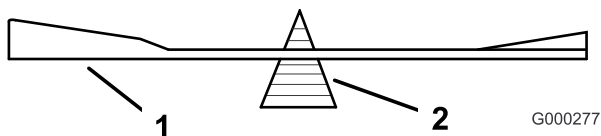
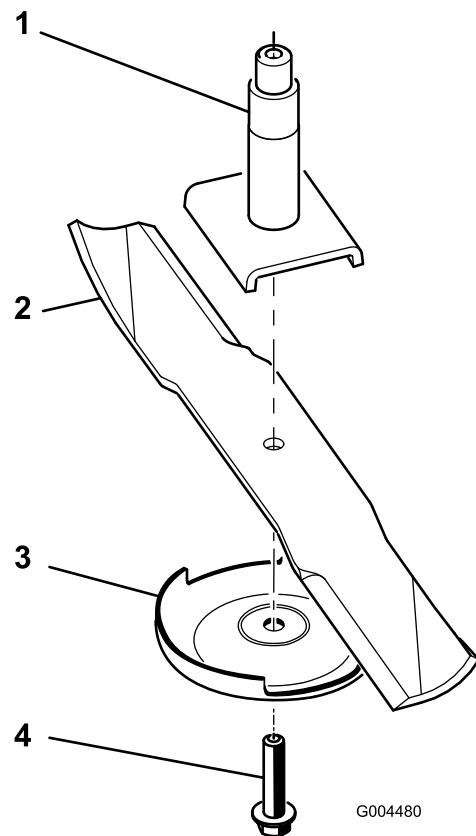

Figure 74
Figure 75
2. Enlevez le boulon, la plaque anti-scalp et la lame de l'axe de pivot (Figure 75).
2. Vérifiez l'équilibre de la lame en la plaçant sur un équilibreur (Figure 74). Si la lame reste horizontale, elle est équilibrée et peut être utilisée. Si la lame est déséquilibrée, limez un peu l'extrémité de la partie relevée seulement (Figure 75). Répétez la procédure jusqu'à ce que la lame soit équilibrée.
1. Placez la lame sur l'axe (Figure 75).
2. Montez la plaque anti-scalp et le boulon de lame (Figure 75).